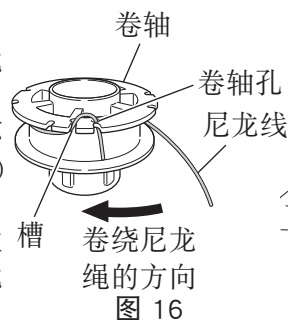

图 16
(4) 如图 16 和 17 所示，通过卷轴孔拉出尼龙线，并勾住卷轴槽内的尼龙线，然后按箭头方向卷绕尼龙线，使尼龙线不交叉。